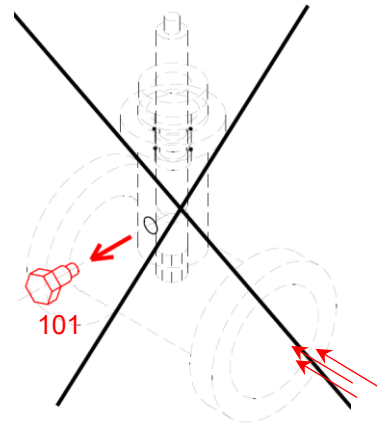

Fig. 7-2: Verletzungsgefahr durch Verschlusschraube / Ausblassicherung der Welle (101) während des Betriebs
Die seitliche Schraube (101) ist kein Schnüffelanschluss. Sie dient als Ausblassicherung für die Welle und darf während des Betriebs nicht entfernt werden. Vgl. Bild 7-2.